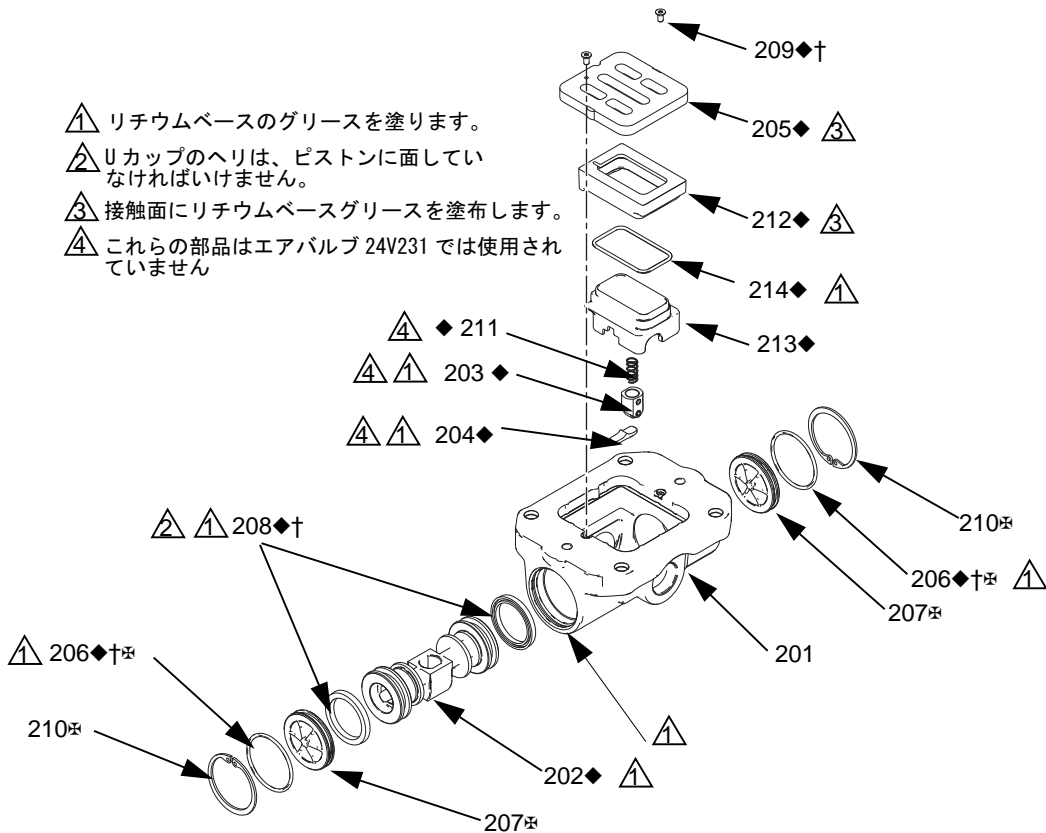

図 2. エアバルブアセンブリ
2. 図 2 を参照してください。Torx スクリュードライバー (アルミニウム製センターは T8、プラスチック製センターは T10) を使って、ネジ (209) を 2 個外します。バルブプレート (205)、カップ (212-214)、スプリング (211)、および戻り止めアセンブリ (203) を取り外します。
3. カップ (213) をベース (212) から引き離します。O リング (214) をカップから外します。
4. 図 2 を参照してください。エアバルブの各端から、保持リング (210) を取り外します。ピストン (202) を使って、末端からエンドキャップ (207) を押し出します。U カップシール (208) を取り外します。ピストンをエンドから引き出し、他の U カップシール (208) を取り外します。他のエンドキャップ (207) とエンドキャップの O リング (206) を取り外します。
5. エアバルブハウジング (201) から戻り止めカム (204) を取り外します。